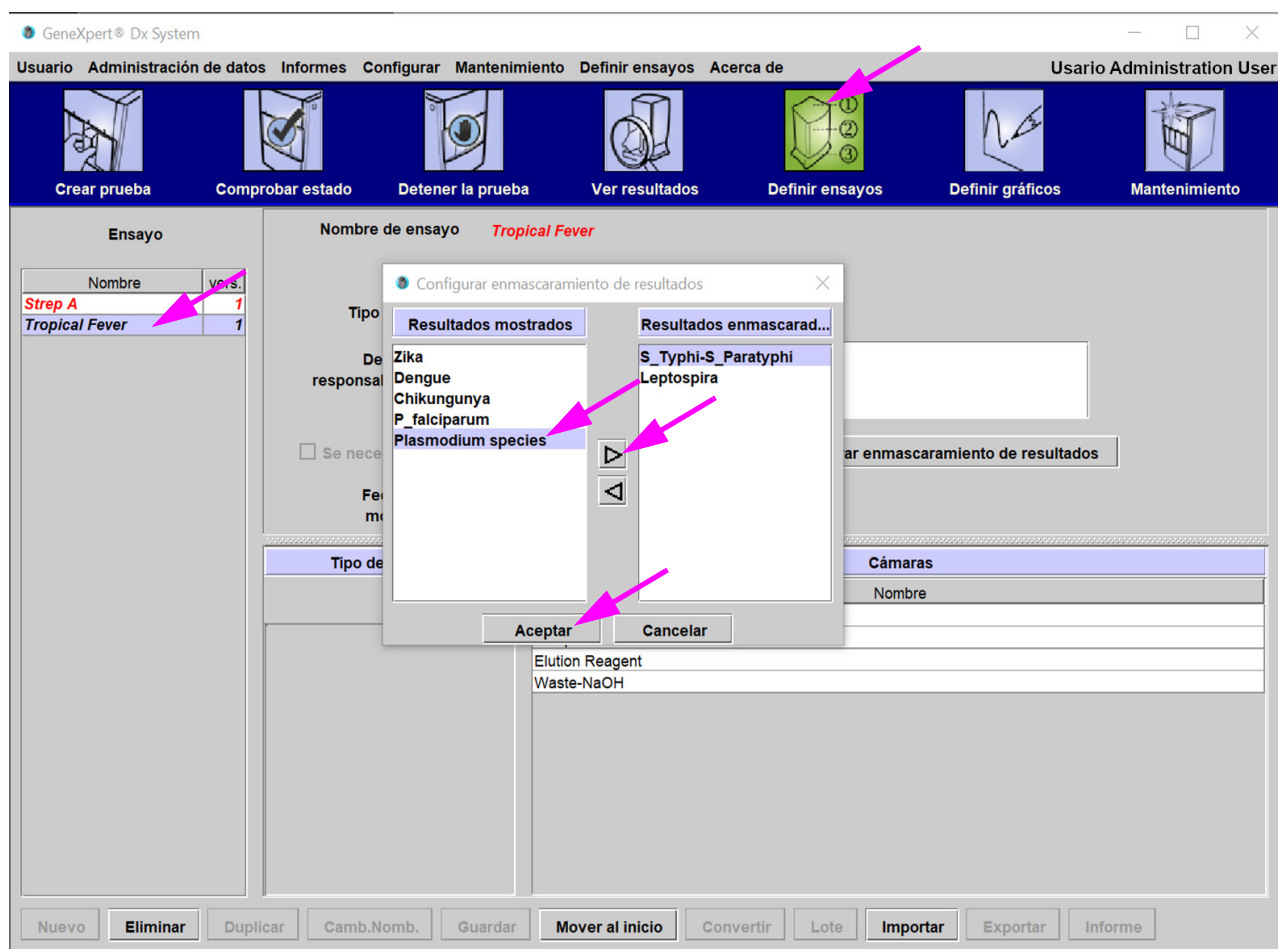

Figura 5-28. Pantalla Definir ensayos (Define Assays) con Configurar el enmascaramiento de resultados (Configure Results Masking) superpuesto
Se abrirá la pantalla Definir ensayos (Define Assays) (consulte la figura 5-28).
- 3 . Haga clic en **Configurar el enmascaramiento de resultados (Configure Results Masking)** (consulte la figura 5-28).
4. Aparece la ventana superpuesta Configurar el enmascaramiento de resultados (Configure Results Masking) (consulte la figura 5-28). La ventana superpuesta Configurar el enmascaramiento de resultados incluye dos columnas: Resultados mostrados (Displayed Results) y Resultados enmascarados (Masked Results). Todos los resultados de la columna Resultados mostrados (Displayed Results) se mostrarán en los resultados finales de la prueba. Los resultados de la columna de resultados Enmascarados (Masked) no se mostrarán en los resultados finales de la prueba.